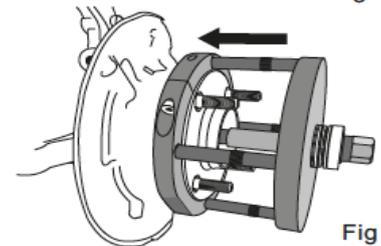

Fig 3
- Ver a Fig. 3: Coloque o conjunto placa de força/pino nas conchas e instale o parafuso de força principal através do conjunto placa de força/pino.